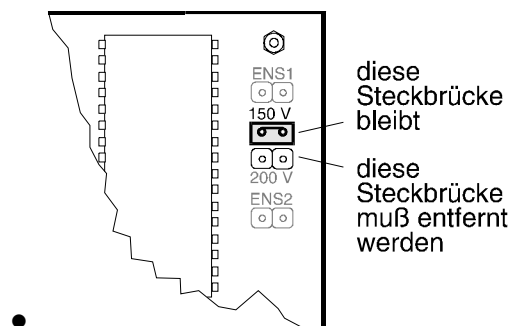

Abbildung 3.10: Steckbrückenkonfiguration für den PV-Eingangsspannungsbereich
- Für diesen Eingangsspannungsbereich muß die Steckbrücke über der 200 V-Beschriftung entfernt werden (siehe Abb. 3.10). Dieses geschieht durch einfaches Abziehen des Steckers von der Platine. Die Steckbrücke unter der 150 V-Beschriftung muß gesteckt bleiben.